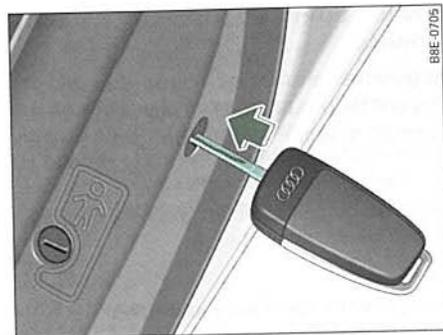

Fig. 50 Activar el bloqueo de emergencia
- Introduzca la llave en la ranura que hay en el interior ⇒ fig. 50 y gírela unos 90 grados, hasta el tope, hacia la derecha (puertas de la derecha) o bien hacia la izquierda (puerta de la izquierda).